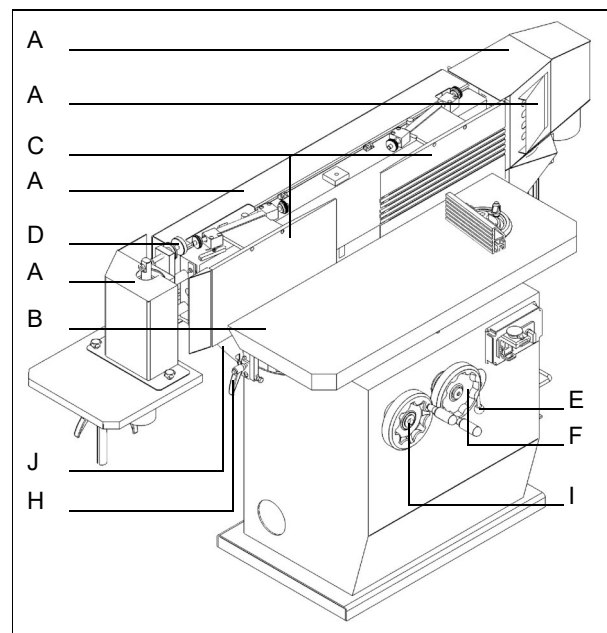
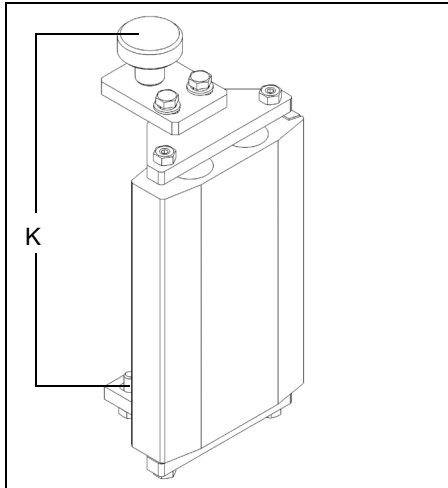

Abb. 7: Schleifband montieren und Arbeitstisch einstellen
Abb. 11: Schleifschuh
Mit Hilfe der Abb. 7 und den folgenden Anweisungen kann das Schleifband montiert bzw. gewechselt werden.
Mit Hilfe der Abb. 7 und den folgenden Anweisungen kann der Arbeitstisch vertikal eingestellt werden.
Schritt 1: Den Tischsicherungs-Hebel (E) lösen, der sich rechts des Höhenverstellungs-Handrads (F) befindet.
Schritt 2: Mit dem Höhenverstellungs-Handrad (F) den Arbeitstisch (B) auf die gewünschte Höhe kurbeln.
Schritt 3: Den Tischsicherungs-Hebel (E) wieder festziehen (Siehe Abb. 7).
Mit Hilfe der Abb. 7 und den folgenden Anweisungen kann der Arbeitstisch horizontal eingestellt werden.
Schritt 2: Den Arbeitstisch (B) nach vorne ziehen oder nach hinten schieben (siehe Abb. 7).
Mit Hilfe der Abb. 7 und den folgenden Anweisungen kann die Neigung der Schleifeinrichtung eingestellt werden.
Schritt 3: Den Hebel (H) wieder festziehen (Abb. 7).
Mit Hilfe der Abb.7 und Abb. 11 sowie den folgenden Anweisungen können Kanten geschliffen werden.
Schritt 1: Den Arbeitstisch (B) nach unten kurbeln und nach vorne ziehen (Abb 7).
Schritt 3: Den Schleifschuh (siehe Abb. 11) mit den Stützrollen zwischen Schleifkörper und Schleifband schieben.
Schritt 4: Den Schleifschuh (siehe Abb. 11) mit den Schrauben (K) fest schrauben bzw. korrigieren.
Mit Hilfe der Abb. 7 und den folgenden Anweisungen können große Werkstücke geschliffen werden.